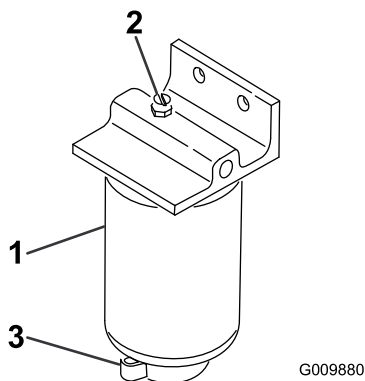

Рисунок 58
3. Откройте сливной кран в днище стакана фильтра (Рисунок 58).
2. Очистите область крепления стакана фильтра (Рисунок 58).